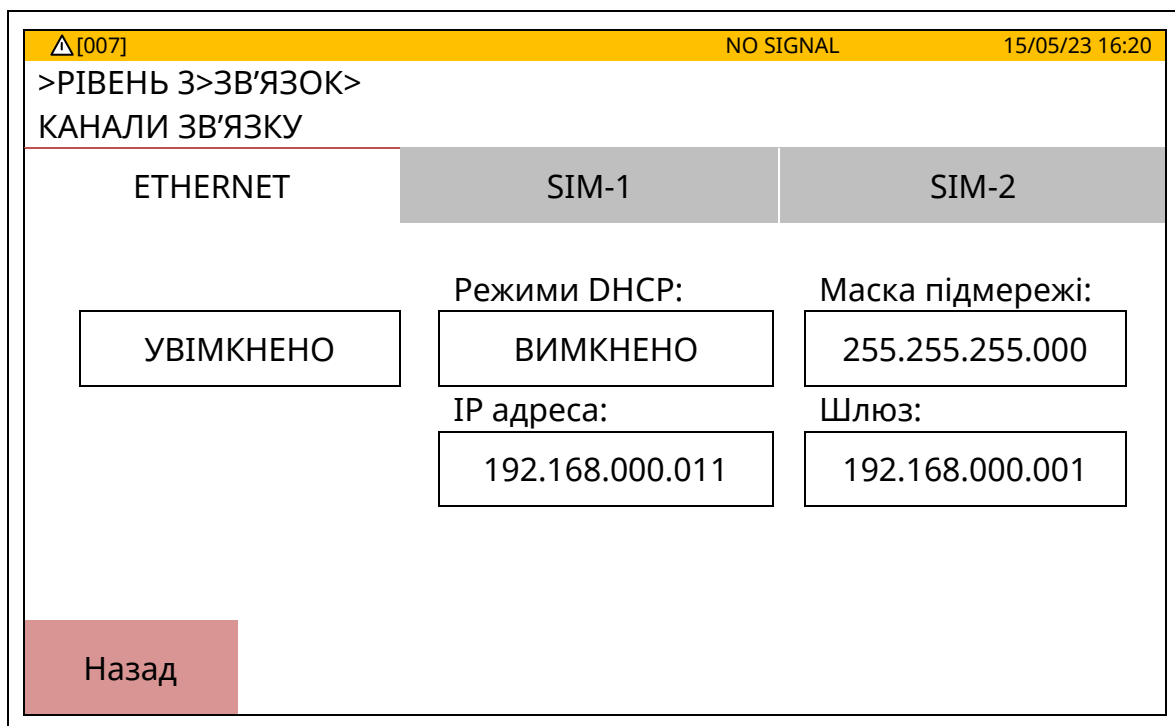
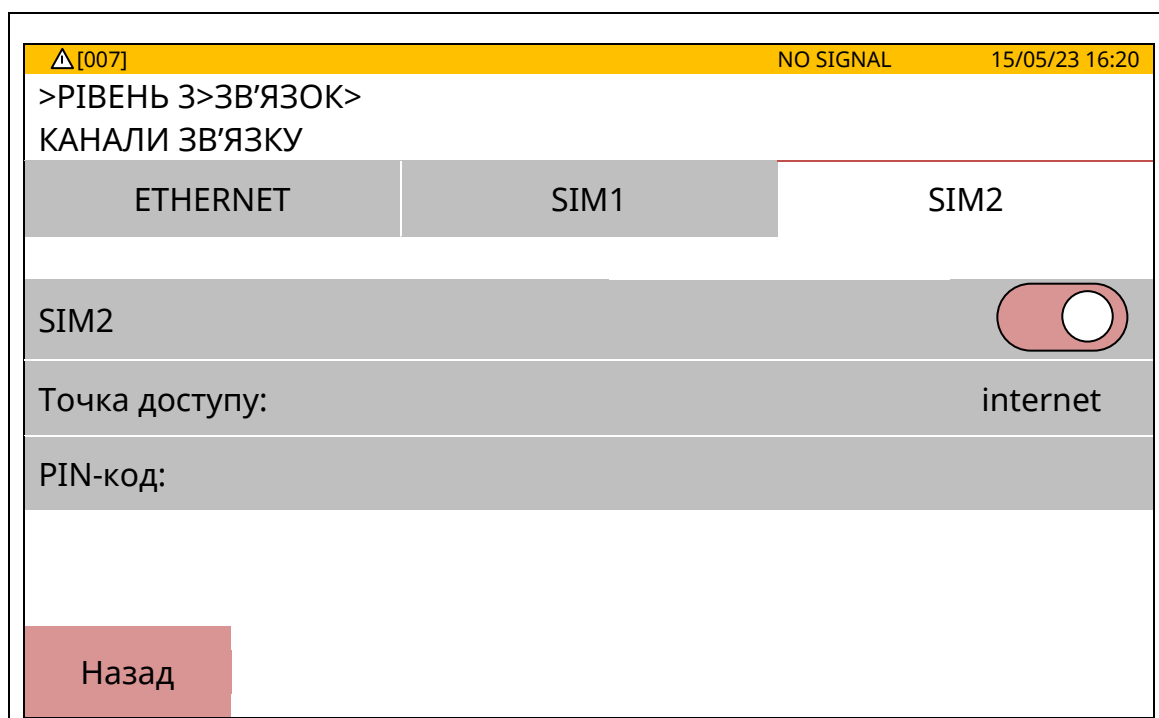

Рисунок 10.18.1 – Вікно налаштувань порту Ethernet
Рисунок 10.18.2 – Вікно налаштувань SIM-карт
10.18.2 На рис. 10.18.1 показаний приклад налаштування порту Ethernet, який використовують для передавання даних на ПЦПС.
10.18.3 Після вибору поля «SIM-1» або «SIM-2» (рис. 10.18.1) відкривається вікно налаштувань даних для SIM-карт (рис. 10.18.2). В модуль M-LTE можна встановити 1 або 2 SIM-карти. Карта в гнізді SIM1 модуля M-LTE є основною, SIM2 – резервною. Стан карти може бути змінений, якщо доторкнутися до кнопки увімкнення в зонах налаштувань SIM1 та SIM2.
Якщо в SIM-карти PIN-код знятий, то значення, вказане для неї в полі «PIN-код» на рис. 10.18.2, не аналізується.
10.18.4 Якщо в меню налаштувань (рис. 10.18.2) увімкнені всі канали зв'язку, то після увімкнення живлення ППКП автоматично встановлює з'єднання з ПЦПС через
Якщо в меню налаштувань (рис. 10.18.2) увімкнені SIM1 та SIM2, а порт Ethernet вимкнений, то канал з SIM1 є основним.
- «Тип» – після дотику до цього рядка відкривається перелік дій рис. 10.18.2, в якому можна змінити раніше обраний тип дії на інший;